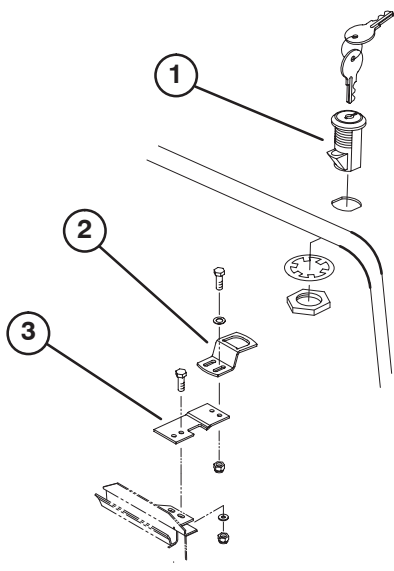

Figure 4
3. Montez le verrou sur le capot au moyen d'une rondelle-frein et d'un écrou. Placez le commutateur en dirigeant le verrou vers l'avant de la machine (Fig. 4).
4. Montez la bande du verrou sans la serrer sur le support du radiateur au moyen de 2 vis (1/4 x 3/4 pouce), rondelles plates et contre-écrous (Fig. 4).
6. Tournez le verrou aux positions verrouillée et déverrouillée avec la clé. Retirez la clé et rangez-la dans un endroit que vous ne risquez pas d'oublier (Fig. 4).